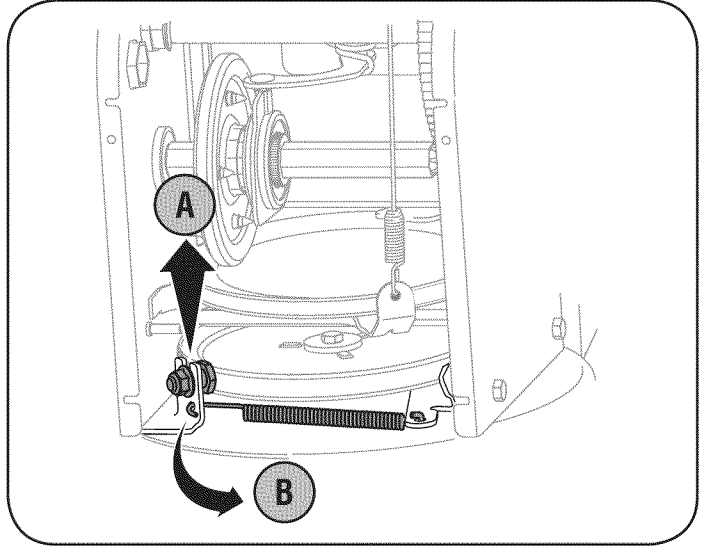

Figura 24
6. A. Afloje y retire el tornillo con reborde que actúa como guarda de la correa. Vea la figura 24.